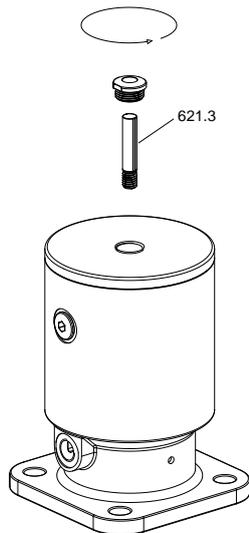

Figura 9: Smontaggio del tappo e dell'indicatore di posizione LAP.520/530
1. Rimuovere il tappo di plastica dell'attuatore con una chiave fissa (SW13/SW21). Svitare l'indicatore di posizione (figura 9, capitolo 8.1).